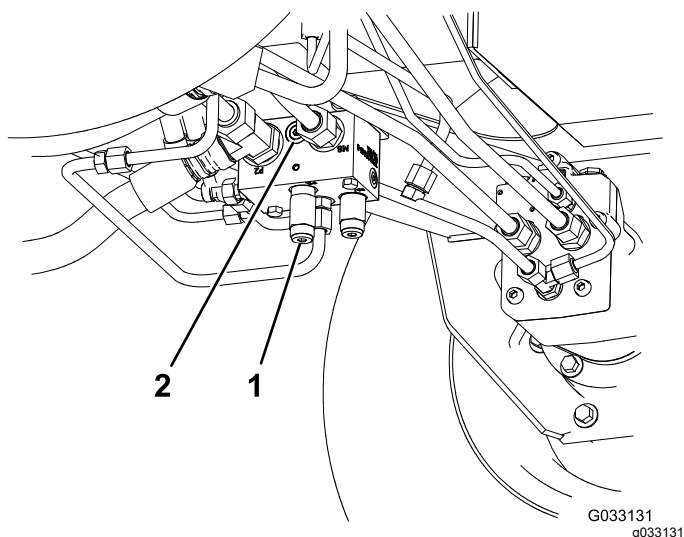

図 75
1. 後部走行マニホルドのポート M8 と P2 との間にあるマークなしのポートに故障診断用フィッティングを取り付ける 図 75。